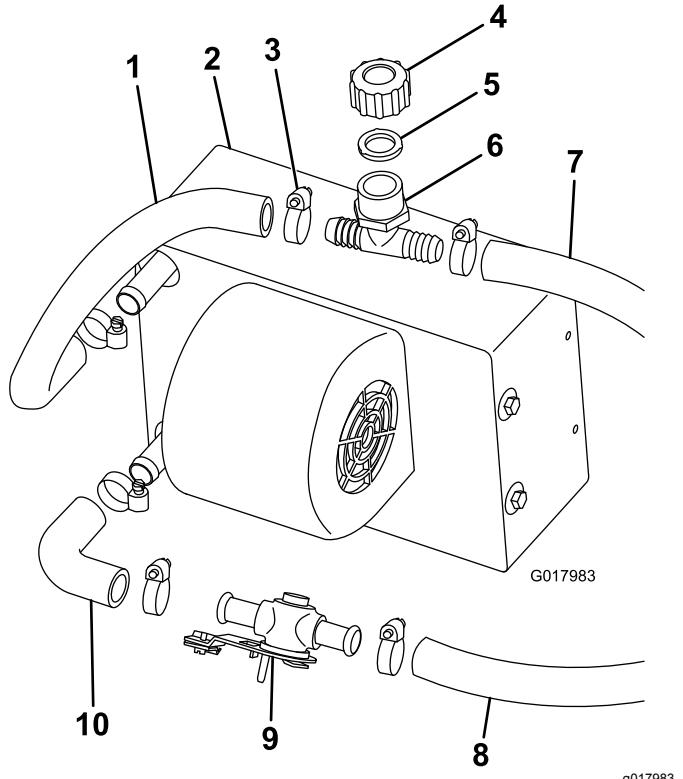

Figure 19
1. Fixez le flexible coudé au raccord inférieur du chauffage avec un collier (Figure 19).
2. Raccordez la vanne de chauffage au flexible coudé avec un collier (Figure 19).
3. Coupez un morceau de 36 cm du flexible (5/8 pouce) et fixez-le au raccord supérieur du chauffage avec un collier (Figure 19).
4. Fixez le raccord en T blanc, un joint et le bouchon au flexible supérieur du chauffage avec un collier (Figure 19).